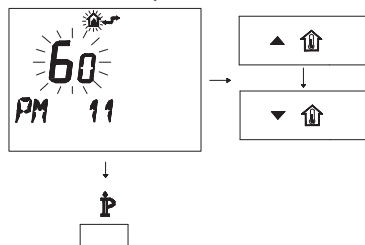

Figura 5.60
- Per modificare il SET programmato agire sui pulsanti ▲⏮ o ▼⏮ e aspettare che il numero programmato cominci a lampeggiare (Figura 5.60). Ogni passo incrementato o decrementato corrisponde a 1 secondi.